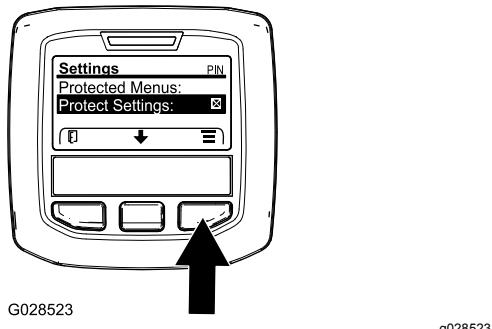

Figure 41
1. Accédez au menu protégé et déverrouillez le sous-menu réglages protégés (Figure 41); voir Accès aux menus protégés \(page 23\).